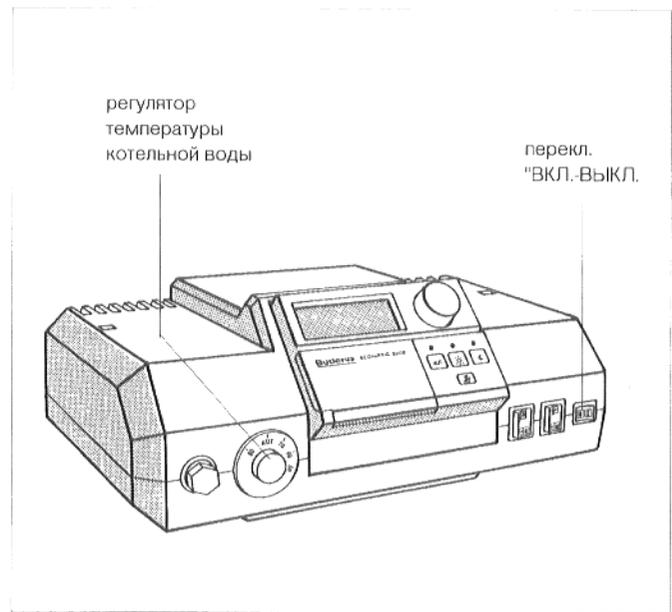

Рис. 26: система регулирования 2000
- Установить переключатель режима работы (рис. 26 или 27) на позицию I (ВКЛ.).
- Установить регулятор температуры котельной воды (рис. 26 или 27) на "AUT".